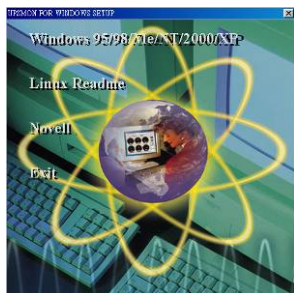

Рис. 5.1
1. Вставить компакт-диск с программой «UPSMON» в дисковод CD-ROM. Программа установки запускается автоматически, при этом на мониторе появляется меню (показано на рис. 5.1); выберите в меню операционную систему, установленную на вашем компьютере, и кликните курсором мышки по соответствующей строке (например, если вы используете операционную систему Windows XP™, кликните курсором по ссылке **Windows 98/ Me/ 2000/NT/XP/7**)